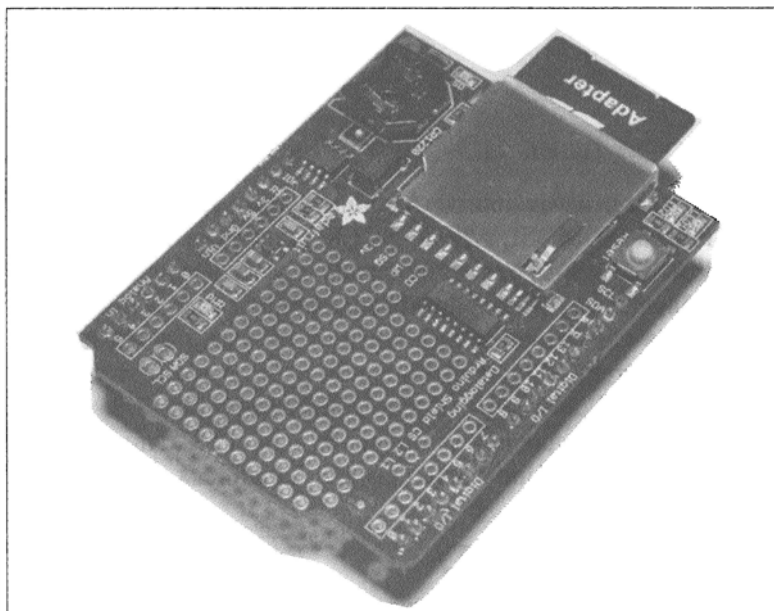

Рис. 13.11. Плата расширения Adafruit data logging shield
- ◆ Adafruit data logging shield (<http://www.exploringarduino.com/parts/adafruit-data-logging-shield>) (рис. 13.11) особенно хорошо подходит для экспериментов,